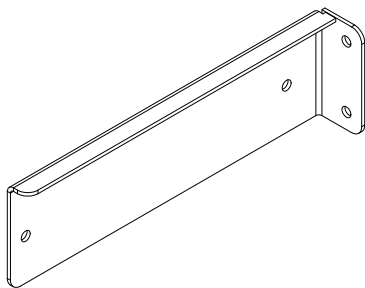
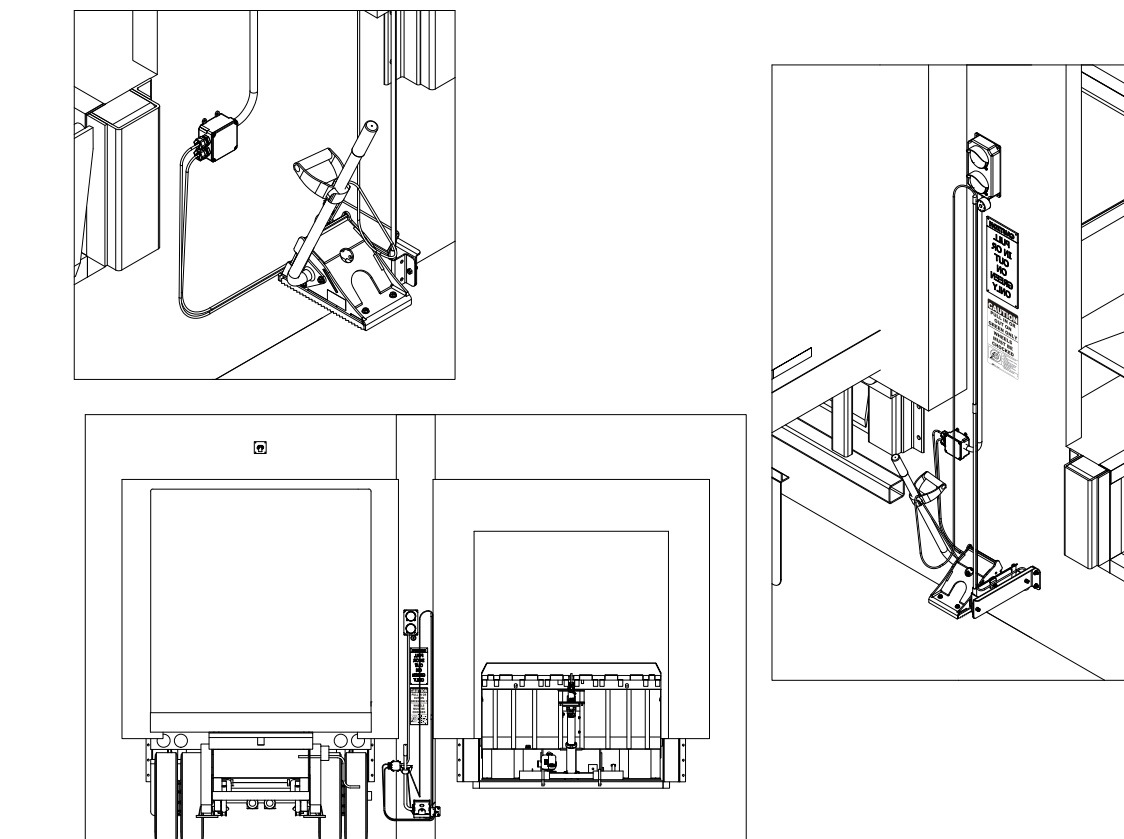

Figure 11
Figure 13
- b. Un support supplémentaire permettant de pivoter le support de rangement de 90 degrés est nécessaire si la distance entre les axes de portes est inférieure à 366 cm (144 po). Voir Figure 11 et Figure 13.
- b. Montage sur un support supplémentaire pour pivoter la cale de 90 degrés (en option). Voir Figure 11 et Figure 13.